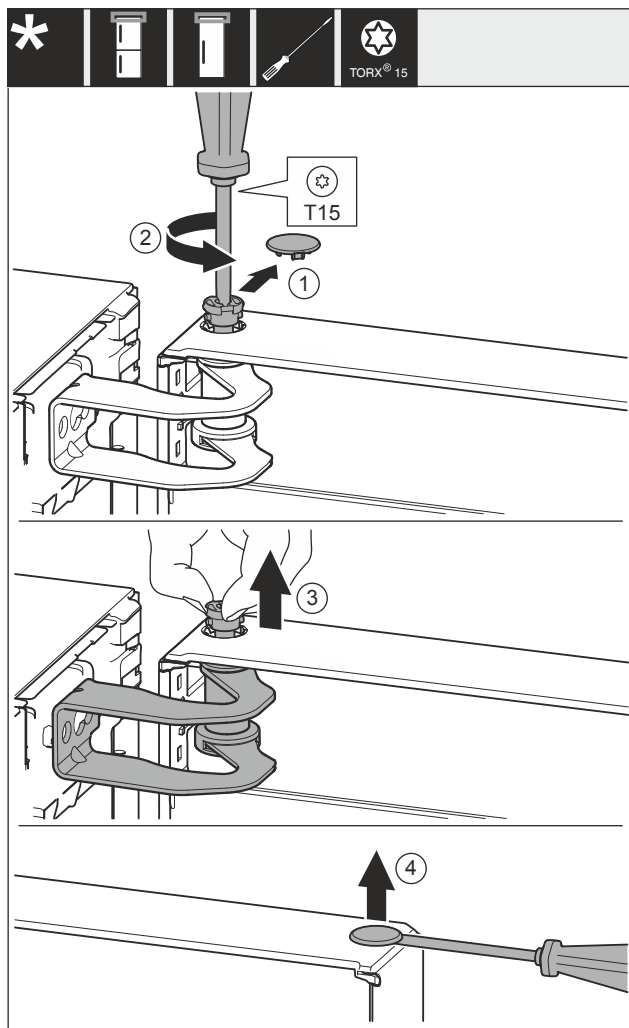

Fig. 9
- ▶ Fjern forsigtigt afdækningen Fig. 9 (1).
- ▶ Skru bolten Fig. 9 (2) et stykke ud med en skruetrækker.
- ▶ Træk boltene Fig. 9 (3) ud med fingrene.
- ▶ Løft forsigtigt afdækningen Fig. 9 (4) med en skruetrækker, og fjern den.